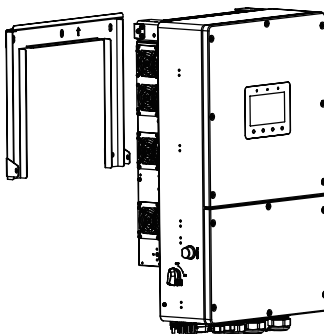

Figura 3.7 Soporte para pared
2. Levante el inversor (con cuidado de no forzar el cuerpo) y alinee el soporte trasero del inversor con la sección convexa del soporte de montaje. Cuelgue el inversor en el soporte de montaje y asegúrese de que esté bien sujeto (consulte la figura 3.7).